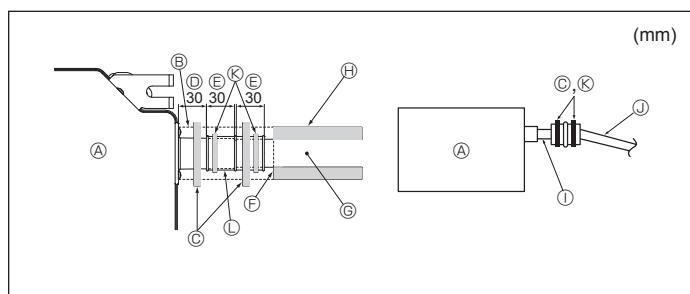

Rys. 3-3
3.3. Jednostka wewnętrzna (rys. 3-3)